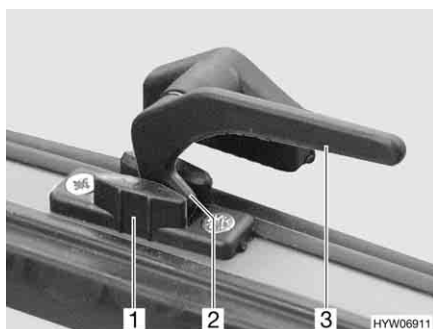

Fig. 12 Leva di serraggio in posizione "Aerazione continua"
- In posizione di "Aerazione continua" (Fig. 12)
- Ruotare la leva di serraggio (Fig. 12,3) di un quarto di giro verso il centro della finestra.
- Ruotare la leva di serraggio di un quarto di giro verso il telaio della finestra. Riportare contemporaneamente il nasello di chiusura (Fig. 12,2) nella rientranza della chiusura della finestra (Fig. 12,1).